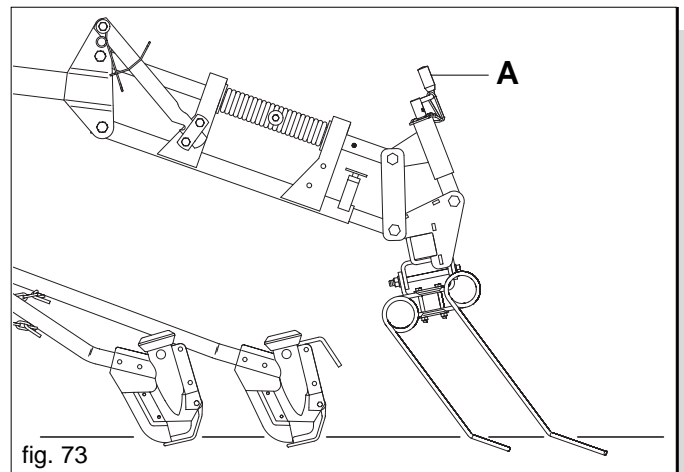

fig. 73
Die normale Arbeitsposition der Egge wird auf Abb. 73 illustriert. In dieser Position ist der Verschleiß der kurzen und langen Zähne gleichförmig. Durch Einwirken auf die Einstellkurbel (A) kann die Neigung der Egge verändert werden.